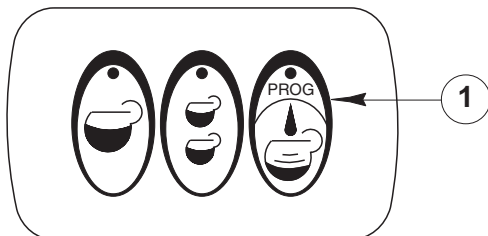

Fig. 2
- 4) Sur le clavier de distribution du café (fig. 2), enfoncer l'un des boutons, en fonction de la dose désirée.
Pour modifier la programmation des doses, suivre les consignes du paragraphe 5.7 de la notice d'emploi présente. La machine est prévue pour la distribution continue: enfoncer le bouton "PROG" (fig. 2; pos. 1) pour mettre en service la distribution puis appuyer à nouveau sur le même bouton pour la stopper.
Pour la programmation de chaque dose, procéder de la manière suivante : enfoncer pendant 5 secondes le bouton de programmation dose continue "PROG" (fig. 2; pos. 1) jusqu'à ce que le del clignote.
Appuyer sur le poussoir "PROG" (fig. 2; pos. 1) plusieurs fois pour la version DE.